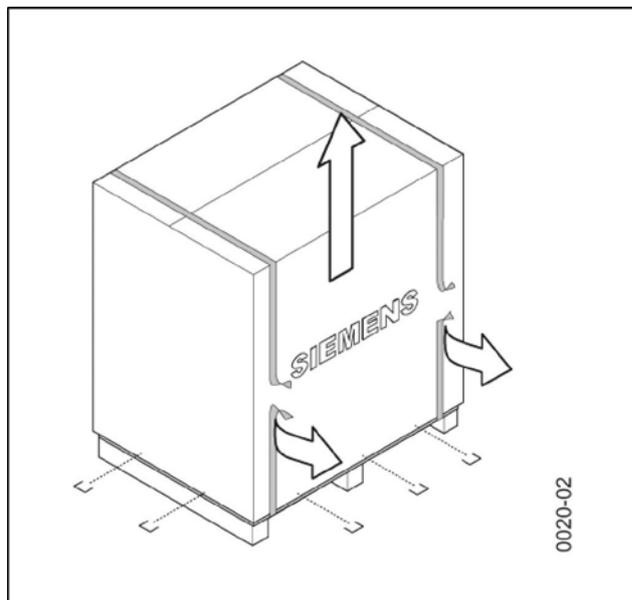

Рис. 2 Снятие крепежных лент с коробки
- Отожмите от коробки крепежную ленту и поднимите коробку (см. рис. 2).